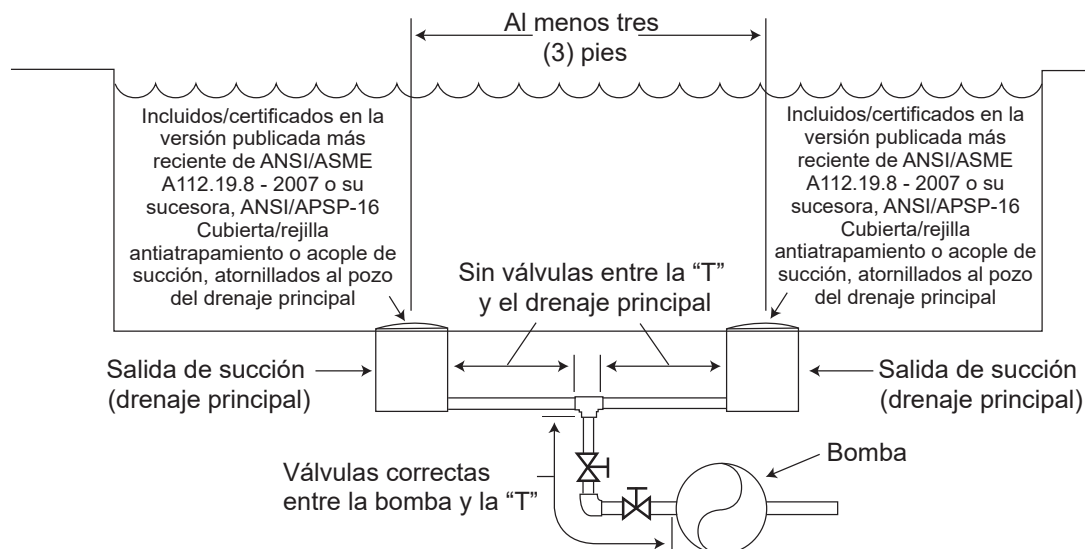

Figura 1. Cantidad de salidas de succión por bomba
Cantidad de salidas de succión por bomba: proporcione al menos dos (2) drenajes principales balanceados hidráulicamente con cubiertas, como salidas de succión para cada línea de succión de la bomba de circulación. Los centros de los drenajes principales (salidas de succión) de cualquier línea de succión individual deben estar al menos a tres (3) pies de distancia de centro a centro. Consulte la Figura 1.
El sistema **debe** construirse para incluir al menos dos (2) salidas (drenajes) de succión conectadas a la bomba siempre que la bomba esté en funcionamiento. Sin embargo, si dos (2) drenajes principales van a una única línea de succión, la única línea de succión puede estar equipada con una válvula que apague ambos drenajes principales desde la bomba. El sistema se construirá de tal modo que no permita el cierre o el aislamiento separado independiente de cada drenaje. Consulte la Figura 1.